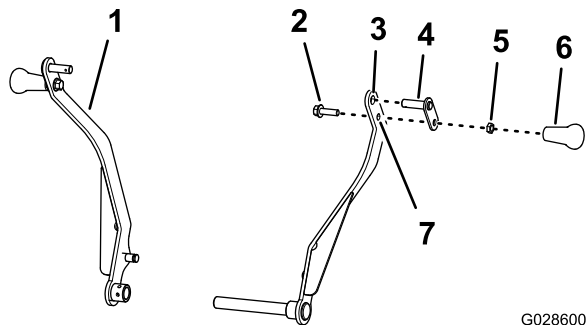

Figure 5
1. Insérez l'axe de pivot dans le trou supérieur du bras de berceau (Figure 5).
3. Insérez le boulon (3/8 x 1-1/4 po) dans le trou inférieur du bras de berceau et la fixation de l'axe de pivot (Figure 5) avec l'écrou de blocage (3/8 po), et serrez l'écrou à un couple de 15 à 17 Nm.
4. Vissez la poignée sur le boulon (3/8 x 1-1/4 po) et serrez-la contre l'écrou de blocage à la main (Figure 5).
5. Répétez les opérations 1 à 4 pour les autres bras de berceau (Figure 5).